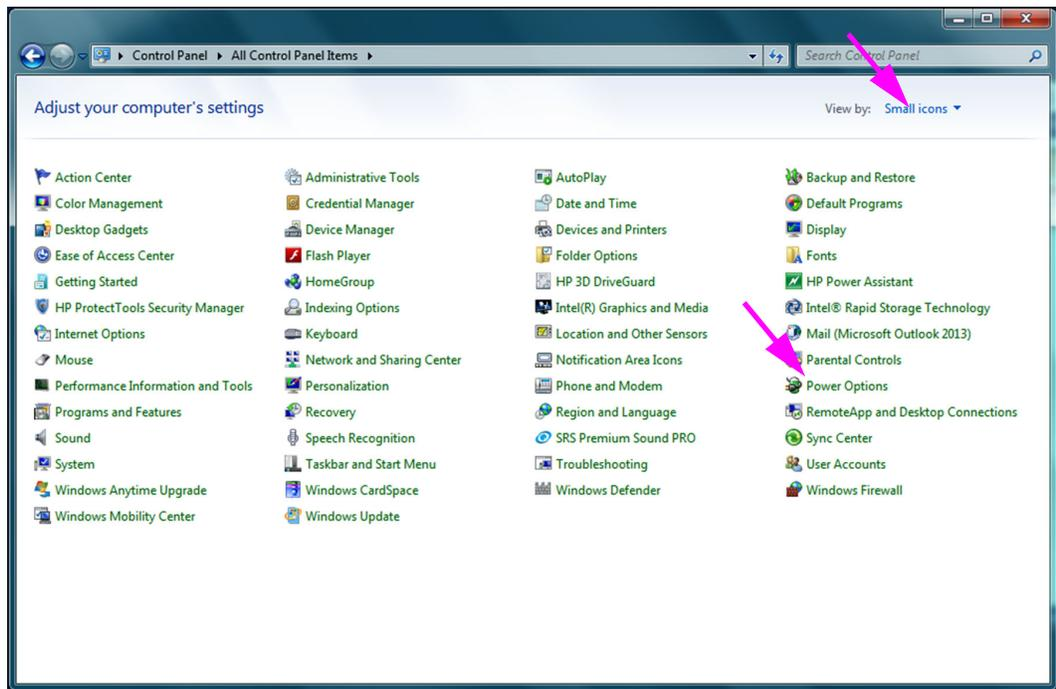

Figure 2-18. Fenêtre All Control Panel Items (Tous les éléments du panneau de configuration)
2. Sélectionnez **Control Panel (Panneau de configuration)**. Si l'affichage est réglé pour afficher de petites icônes, la fenêtre Tous les éléments du panneau de configuration apparaît, comme illustré dans la Figure 2-18. Cliquez sur **Power Options (Options d'alimentation)**.